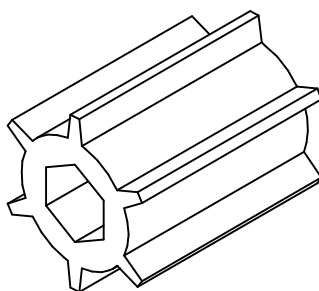

Рис.98.1 - Катушка многообъемная.
**ВНИМАНИЕ!!!** Для посева зернобобовых и бобовых культур может применяться многообъемная катушка рис.98.1